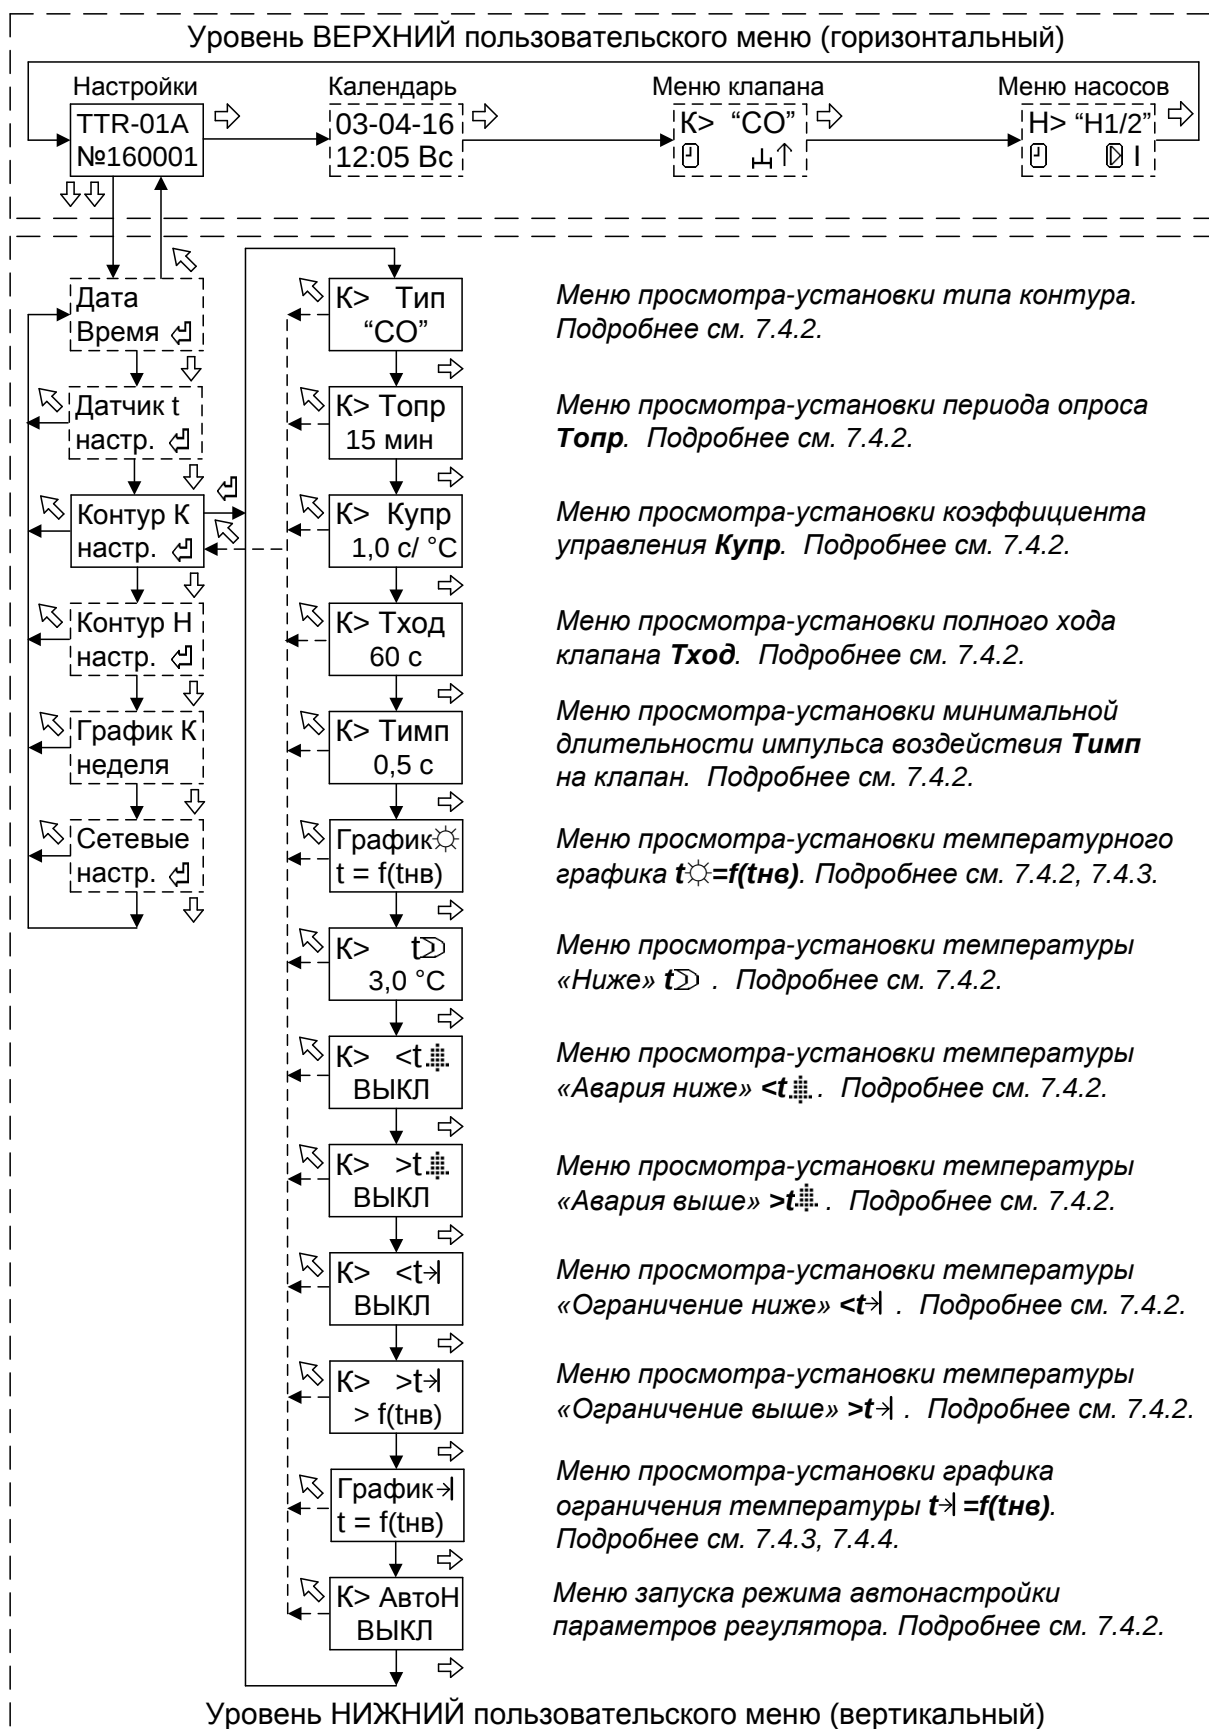

Рисунок 4 - Структура меню настройки параметров для системы отопления
7.4.3 Для просмотра-установки температурного графика регулирования необходимо войти с помощью нажатия кнопки “” (см. рисунок 4) в меню «График  $t=f(t_{нв})$ ».